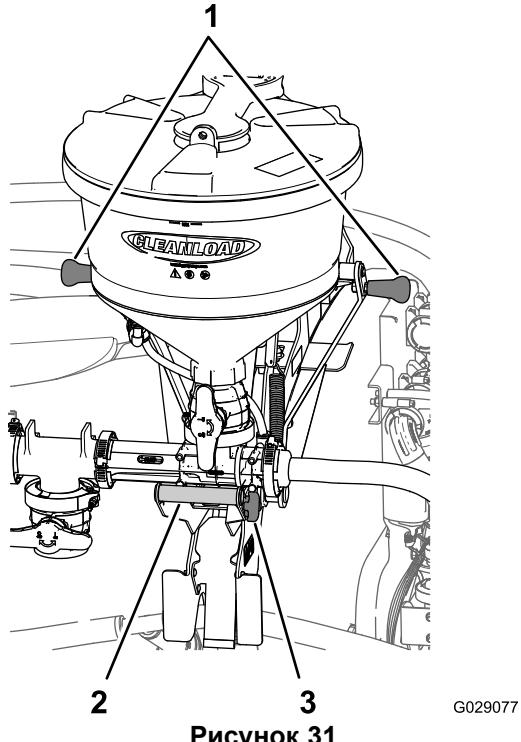
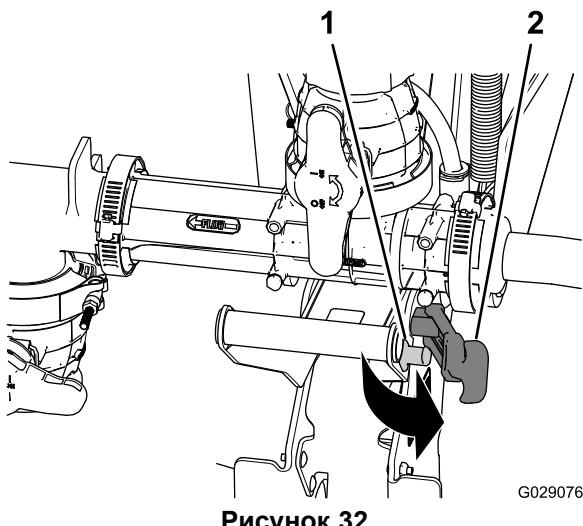
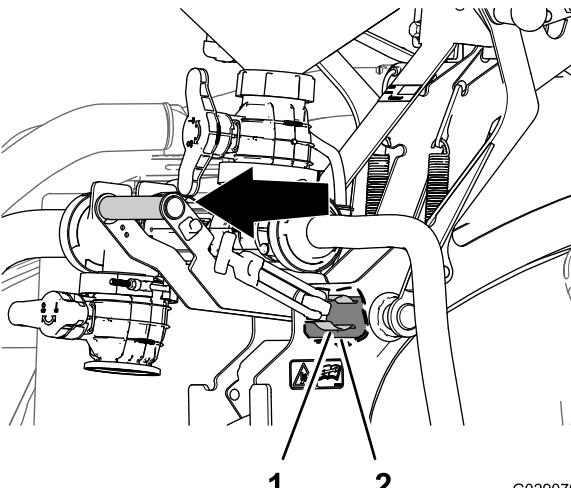
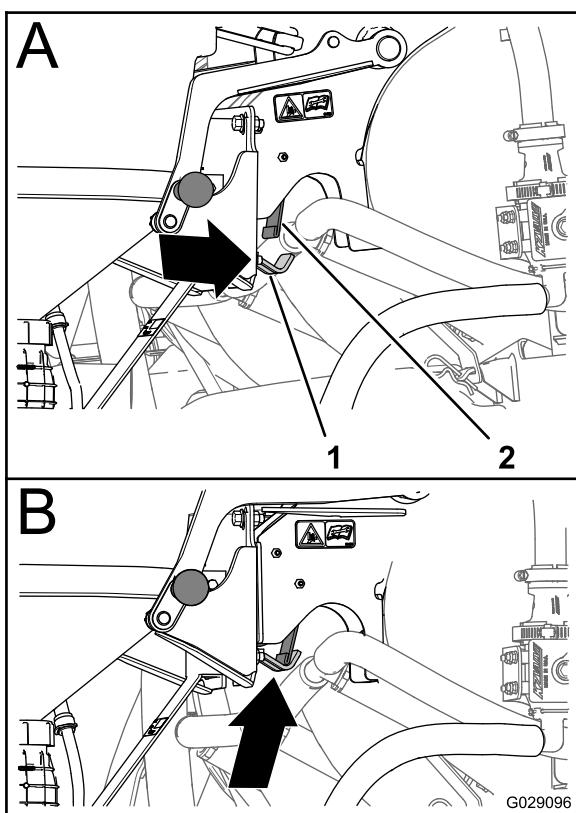

Рисунок 31
Рисунок 32
Рисунок 33
Рисунок 36
1. Возьмитесь за рукоятку эдуктора и потяните рукоятку защелки от ее стойки (Рисунок 31 и Рисунок 32).
пружинный хомут отсоединился от шарнирной трубы (Рисунок 31 и Рисунок 33).
- Когда защелка опорной пластины будет находиться под планкой пружины (вид А на Рисунок 36), поверните рукоятку эдуктора внутрь так, чтобы часть защелки с крюком была выведена за планку пружины (вид В на Рисунок 36).
- Возьмитесь за рукоятку в верхней части люльки и потяните рукоятку эдуктора наружу так, чтобы часть защелки с крюком была выведена за пределы планки пружины (Рисунок 33 и Рисунок 36).
- Нажмите рукоятку эдуктора так, чтобы крюк поднялся к штоку защелки, а пружинный хомут был полностью посажен на шарнирную трубу (Рисунок 33).
- Наденьте рукоятку защелки на стойку защелки (Рисунок 32).